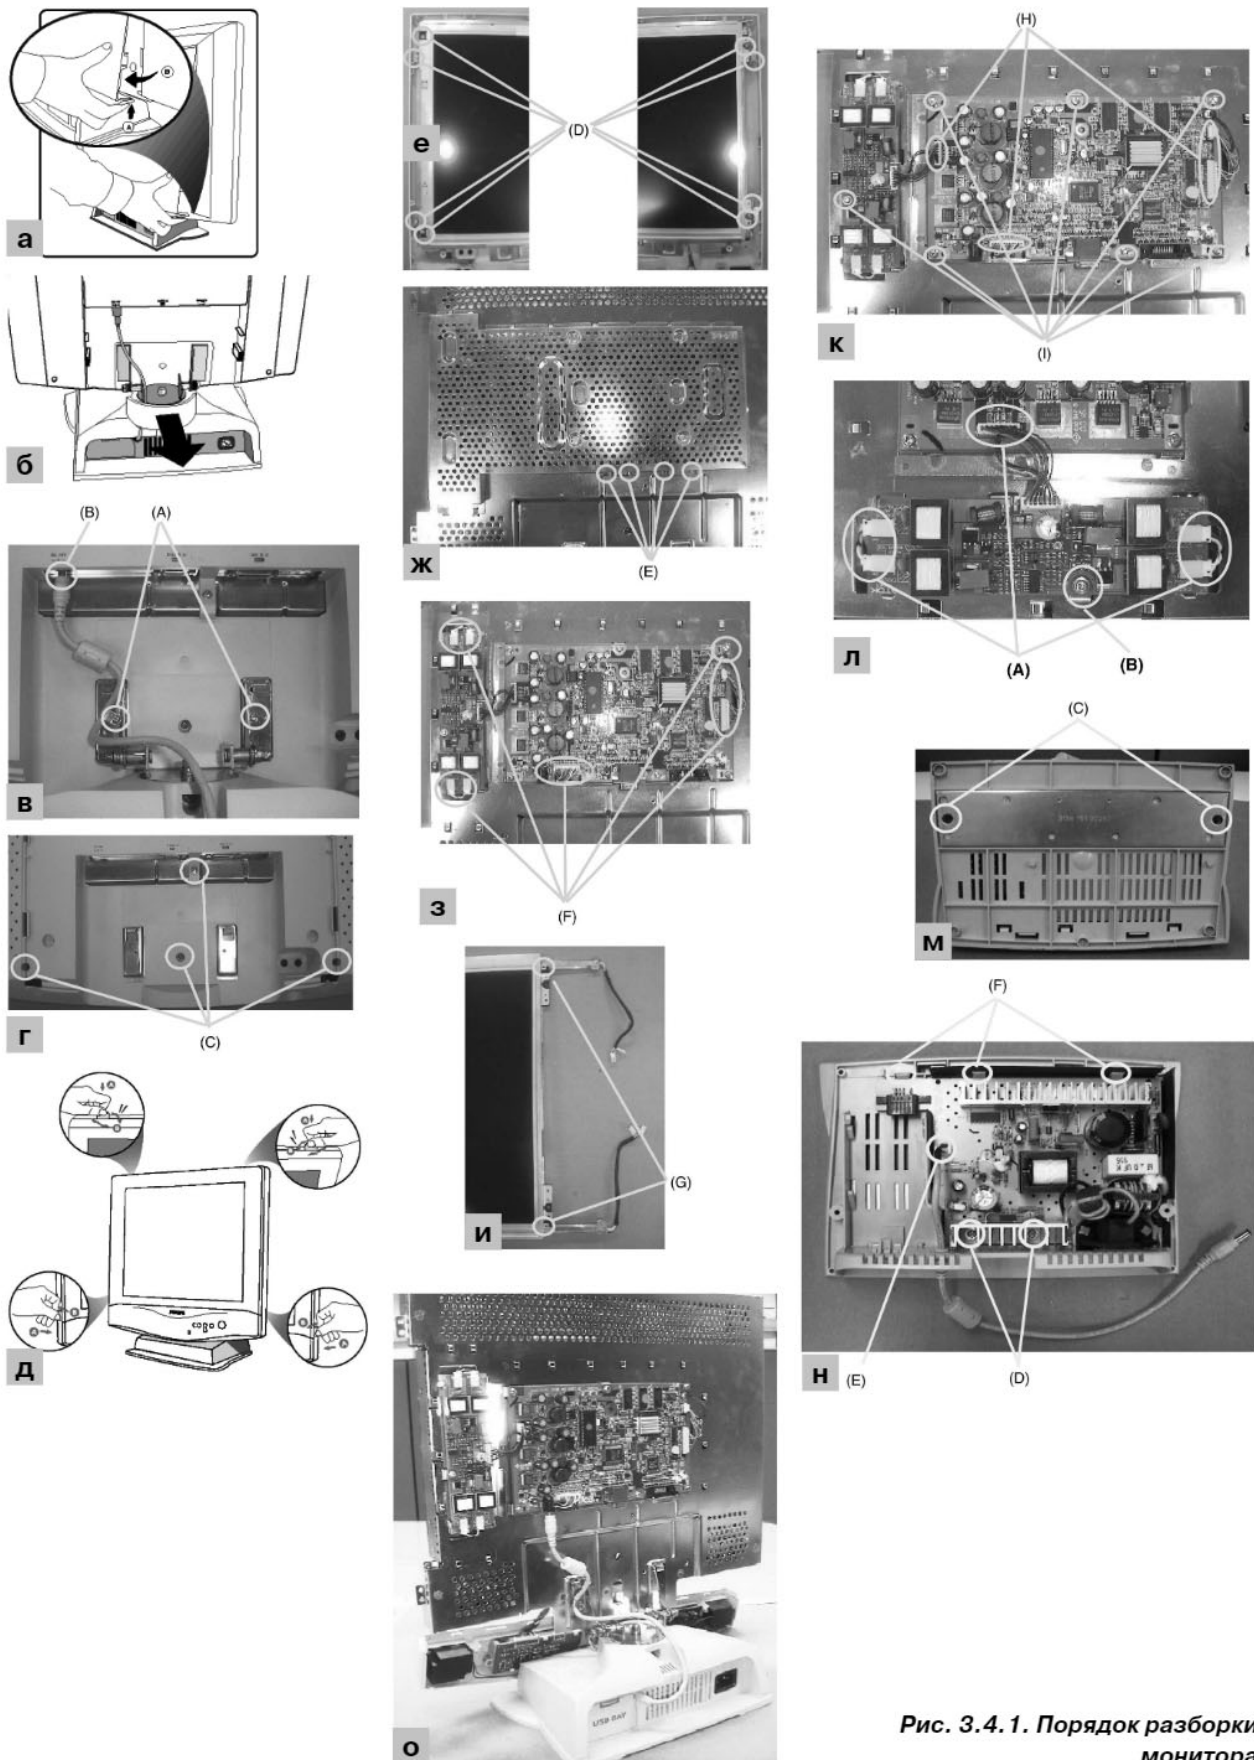

Рис. 3.4.1. Порядок разборки монитора
Порядок разборки монитора показан на рис. 3.4.1.
Вначале снимают заднюю крышку, для чего нажимают клипсы в нижней части крышки (рис. 3.4.1а), перемещают ее в направлении стрелки и снимают. Снимают пластиковое кольцо (рис. 3.4.1б).
- выкручивают два винта А (рис. 3.4.1в);
- отключают разъем В (рис. 3.4.1в) питания 18 В DC;
- выкручивают 4 винта С (рис. 3.4.1г);
- снимают переднюю защитную панель (рис. 3.4.1д);
- выкручивают 8 винтов D (рис. 3.4.1е), 4 винта Е (рис. 3.4.1ж) и снимают экран;
- отключают 4 разъема от платы инвертора и 3 — от главной платы (рис. 3.4.1з);
- извлекают флюоресцентные лампы из ЖК панели (рис. 3.4.1и);
- отключают разъемы Н (рис. 3.4.1к) от главной платы и выкручивают 7 винтов I (рис. 3.4.1к).
Теперь можно снять обе платы с шасси, предварительно сняв с них соединители (рис. 3.4.1л). АС/DC-адаптер размещен в подставке. Для доступа к блоку необходимо выкрутить два винта С
(рис. 3.4.1м), отжать три клипсы F (рис. 3.4.1н) и снять крышку с подставки.
Рекомендуемое размещение монитора для сервисного обслуживания приведено на рис. 3.4.1о.